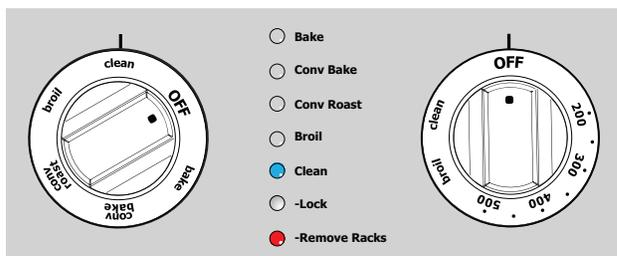

Figure 22 : Sélection de nettoyage initiale
1. Tourner le bouton du four sur < Clean > (autonettoyage). Les témoins lumineux < Clean > (autonettoyage) et < Remove Racks > (enlever les grilles) clignotent pour vous rappeler d'enlever les grilles avant de lancer un cycle d'autonettoyage (Figure 22).